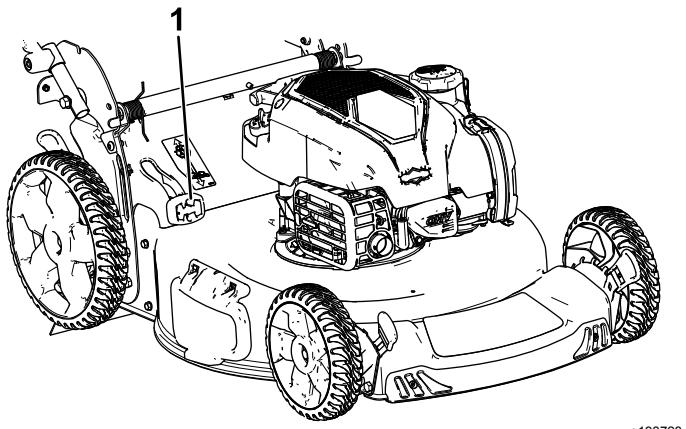

Figure 15
- **Pour ramasser les déchets d'herbe et de feuilles,** appuyez sur le bouton du levier de ramassage sur demande et déplacez le levier complètement en avant jusqu'à ce que le bouton ressorte (Figure 15).